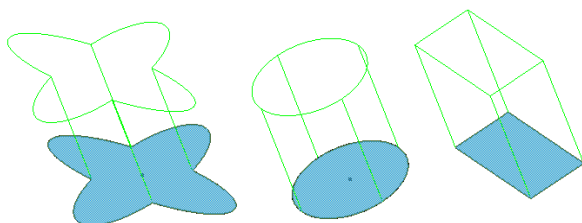
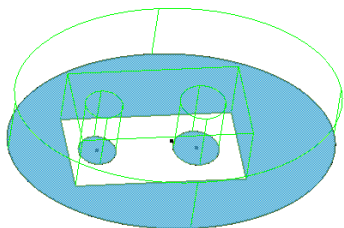

图 3-6 选择多个截面轮廓
图 3-7 选择嵌套的截面轮廓
- (1) 可选择单个截面轮廓, 系统会自动选择该截面轮廓。
- (2) 可选择多个截面轮廓, 如图 3-6 所示。
- (3) 要取消某个截面轮廓的选择, 按下 Ctrl 键, 然后单击要取消的截面轮廓即可。
(4) 可选择嵌套的截面轮廓，如图 3-7 所示。